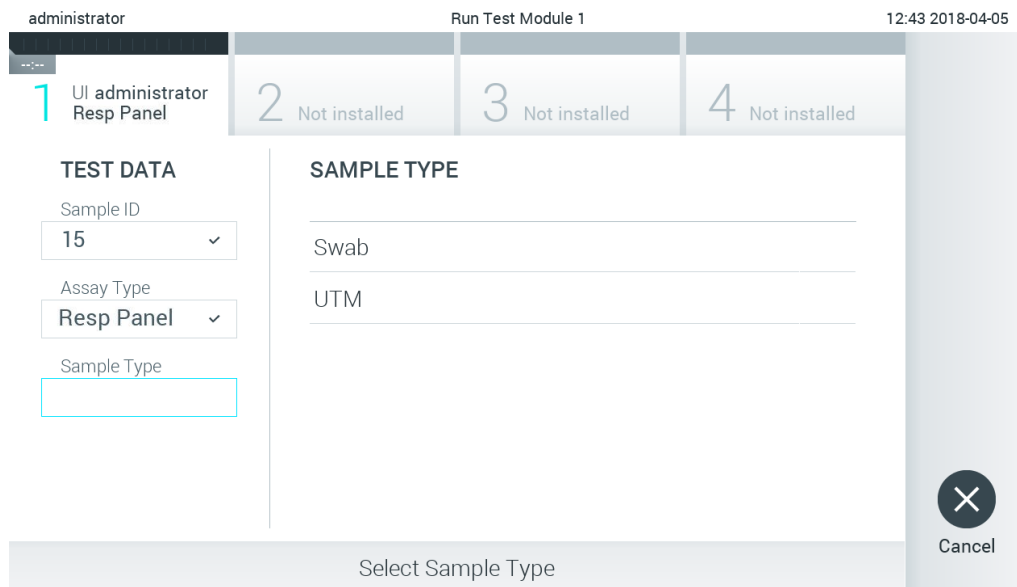

图 78. 选择样本类型。
5. 会自动填充 Assay Type（检测类型）字段，如果需要，还必须从列表中手动选择相应的 Sample Type（样本类型）（图 78）。